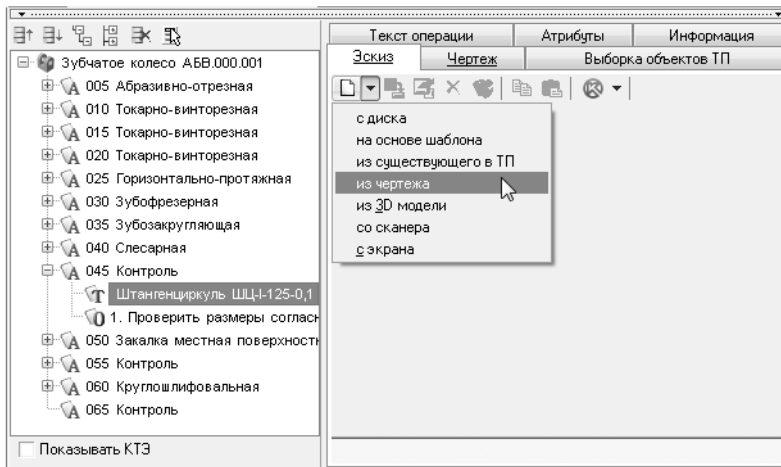

Рис. 6.10.
18. Нажмите кнопку **Добавить** и выберите из раскрывающегося списка — **из чертежа** (рис. 6.10).